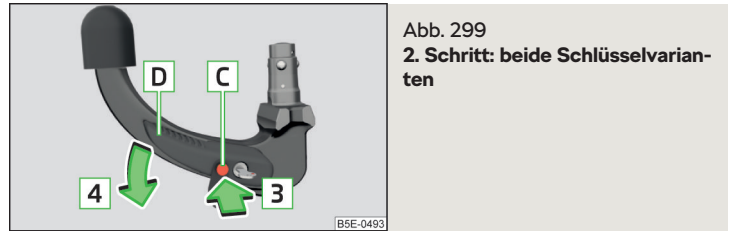

Abb. 299
- › Den Auslösebolzen **C** in Pfeilrichtung **3** bis zum Anschlag hineindrücken und gleichzeitig den Bedienungshebel **D** in Pfeilrichtung **4** bis zum Anschlag drücken » **Abb. 299**.